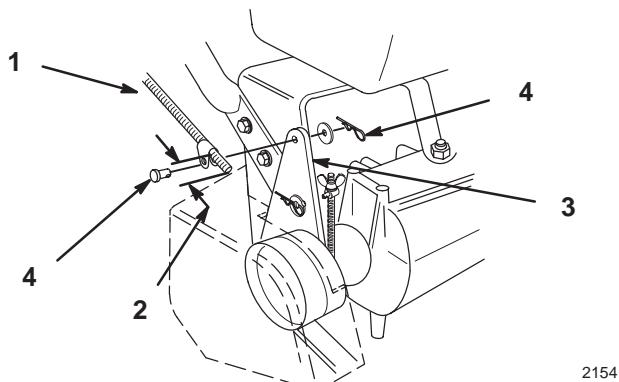
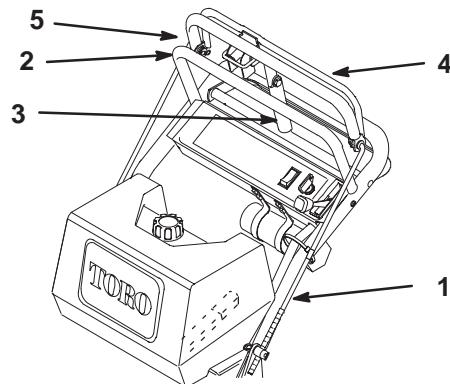

Figure 9
Figure 10
- Vissez un raccord sur chaque tige sur 51 mm environ (Fig. 9) ou jusqu'à ce que la barre de commande supérieure soit à peu près perpendiculaire au sol (Fig. 10).
- Montez le côté raccord des tiges dans les trous de montage des pattes de la poulie de tension (en passant par l'extérieur) à l'aide d'axes de chape, de rondelles et de goupilles fendues (Fig. 9).
- Contrôlez l'écartement entre la barre de commande supérieure et la poignée supérieure lorsque les courroies de roues sont complètement engagées. Il doit faire environ 25 à 32 mm (Fig. 10).